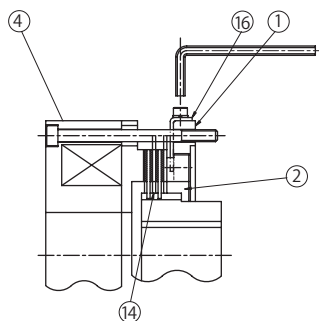

図 8-41
- (1) P80の手順でブレーキを手動解放します。
- (2) センターリング①外周上にあるストッパー⑯をゆるめ、抜き取ります。ギャップ調整ネジ②がフリーになります。(図 8-41 参照)